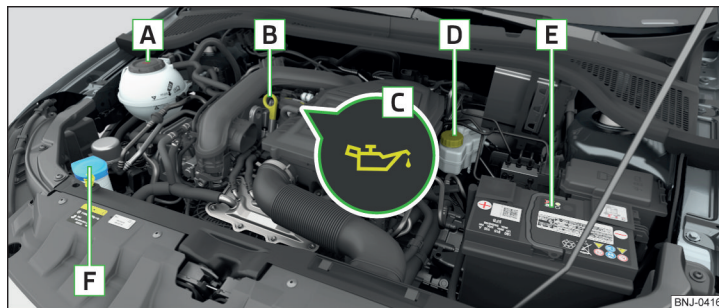

Fig. 247 Esempio di disposizione nel vano motore
- ▶ Svitare il coperchio della bocchetta di riempimento dell'olio motore » fig. 247 a pag. 218.